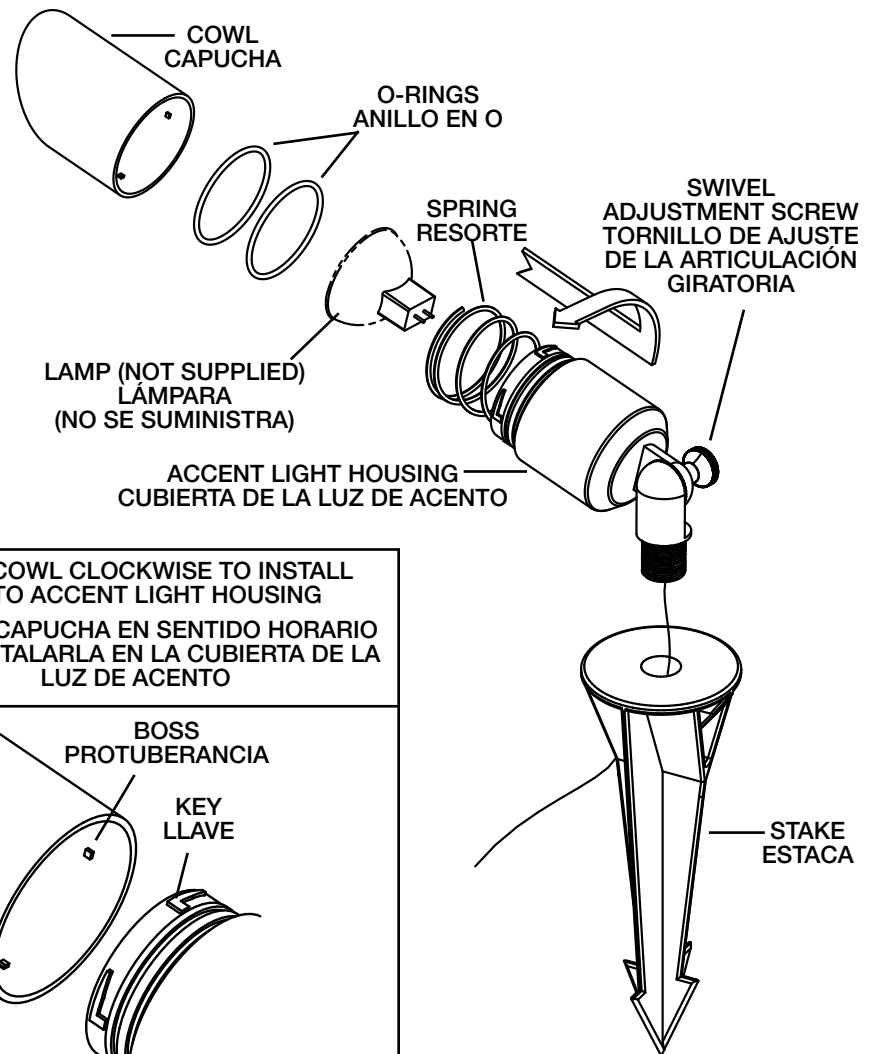

FIG. 2
- 8) Install cowl onto accent light housing. Cowl can be adjusted to eight different orientations on the housing. Align boss inside cowl with key on fixture housing (see FIG. 2.), slide cowl past o-rings and twist clockwise one quarter turn.
8. Installer le capot sur le boîtier de l'éclairage d'accentuation. Le capot est réglable dans huit orientations sur le boîtier. Aligner le bossage à l'intérieur du capot avec la clé sur le boîtier du luminaire (voir figure 2), déplacer le capot au-delà des joints toriques et tourner dans le sens horaire un quart de tour.